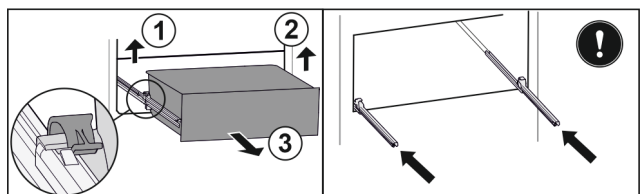

Fig. 104
- ▶ Повдигнете лявата скоба и едновременно с това изтеглете напред чекмеджето отляво. Fig. 104 (1)
- ▶ Повдигнете дясната скоба и едновременно с това изтеглете напред чекмеджето отдясно. *Fig. 104 (2)*
- ▶ Извадете чекмеджето напред. *Fig. 104 (3)*